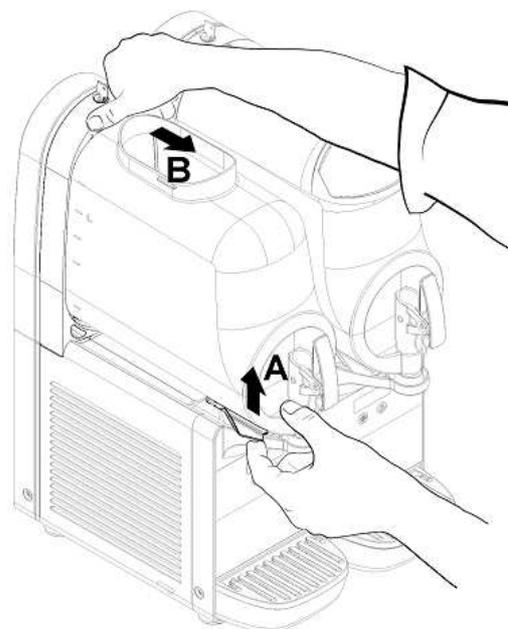
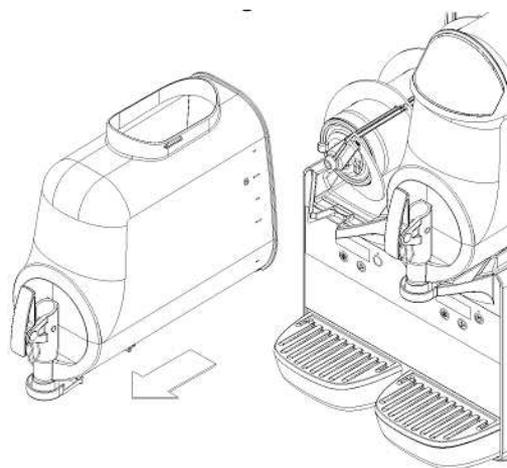

Рисунок 3
Рисунок 4
2. Чтобы снять емкость, нажмите на рычаг вверх (см. рисунок 3), а затем снимите емкость (см. рисунок 4).